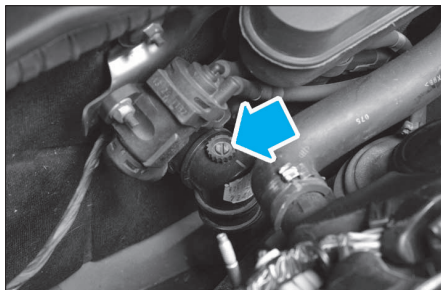
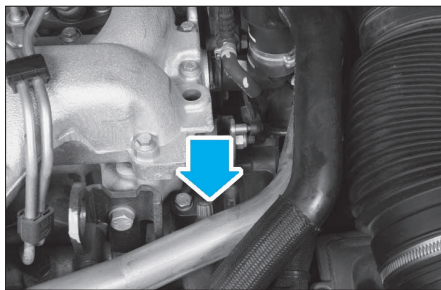

FIG. 42
FIG. 43
• Ouvrir les vis de purge (Fig.42) et (Fig.43).
- Vérifier que les vis de purge (Fig.42) et (Fig.43) sont ouvertes.